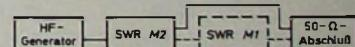

Bild 6. Blockschema für die Eichung
3. eine Industrie-Meßbrücke, bei der man an einem Meßgerät (M 2 im Bild 6) das Verhältnis Vorlauf : Rücklauf genau ablesen kann. (Da die Eigenbau-Brücke für 2 und 4 W ausgelegt wurde, muß die maximale Leistung auch von der Industrie-Meßbrücke gemessen werden können.)
Die Eichung erfolgt nach dem Blockschema Bild 6 bei einer Frequenz von 145 MHz. Zunächst nimmt man die erste Messung mit dem Meßgerät M 2 der Industrie-Brücke vor. Hierbei wird dieses Instrument mit dem Abschlußwiderstand an den HF-Generator angeschlossen und der Generator in Betrieb gesetzt. Die Ausgangs-